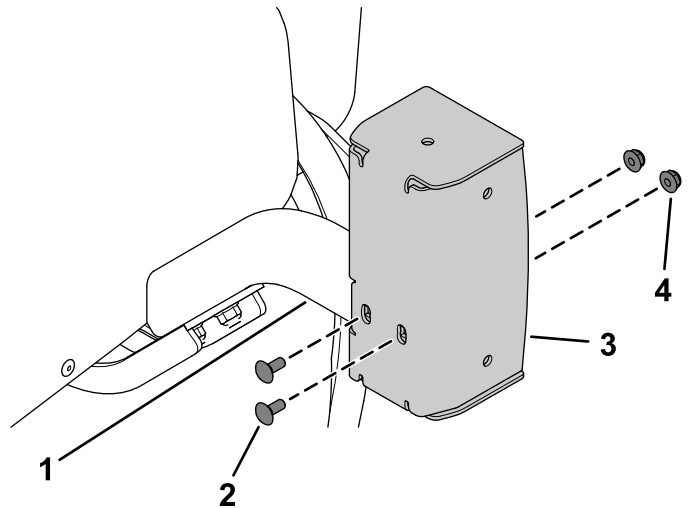

Figura 24
4. Fixai carcasa luminii din stânga și carcasa luminii din dreapta pe suportul scurt din stânga și pe suportul scurt din dreapta folosind 4 uruburi de fixare ($\frac{1}{4} \times \frac{5}{8}$ ") și 4 contrapiulițe ($\frac{1}{4}$ ") așa cum se arată în Figura 24.